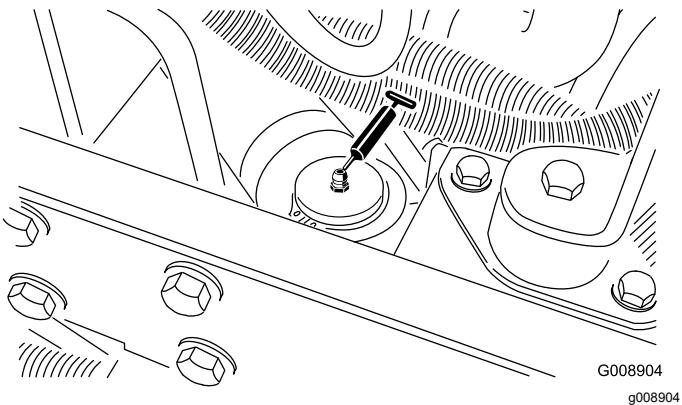

Figura 47
- Cilindro de dirección (Figura 47).